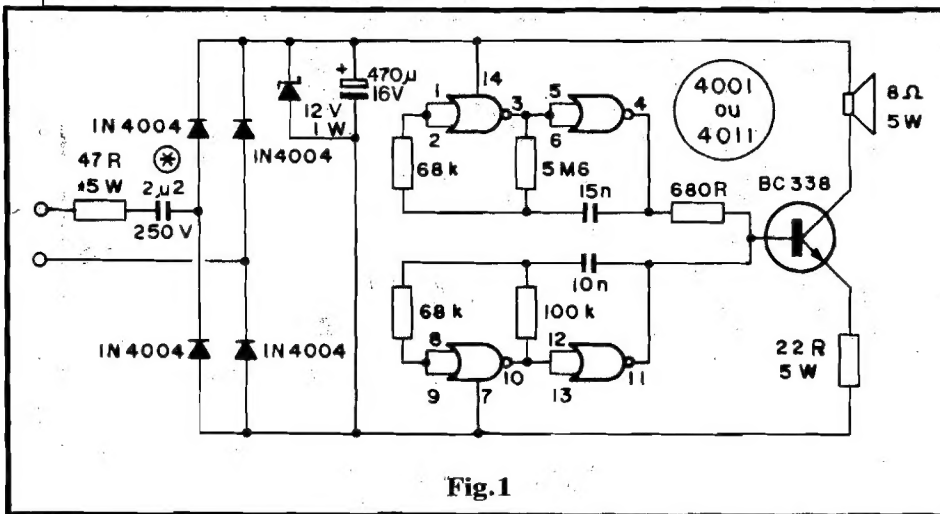

Fig.1
- FIG. 1 - O CIRCUITO - A fig. 1 mostra o diagrama esquemático do circuito da SINEL. Tudo está "centrado" num único Integrado C.MOS, que pode ser tanto um
Toda a estrutura básica do circuito foi dimensionada para funcionamento direto na linha telefônica convencional, ou em rede C.A. local de 110 volts... Se, contudo, o Leitor/Hobbysta quiser aplicar a SINEL sob uma rede C.A. local de 220V, basta a substituição de um único componente (marcado com um asterisco dentro de um pequeno círculo, na fig. 1): o capacitor de poliéster original de 2u2 x 250V terá que ser trocado por um de 1u x 400V!